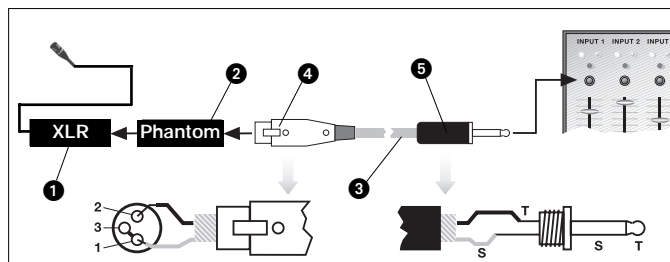

Fig. 4: Conexión a una entrada no balanceada.
1. Una mediante un puente de alambre la espiga 1 del conector XLR (4) con la espiga 3 y con la pantalla del cable. Ver Fig. 4.
2. Una el conductor interno del cable con la espiga 2 del conector XLR (4) y la punta del conector jack (5).